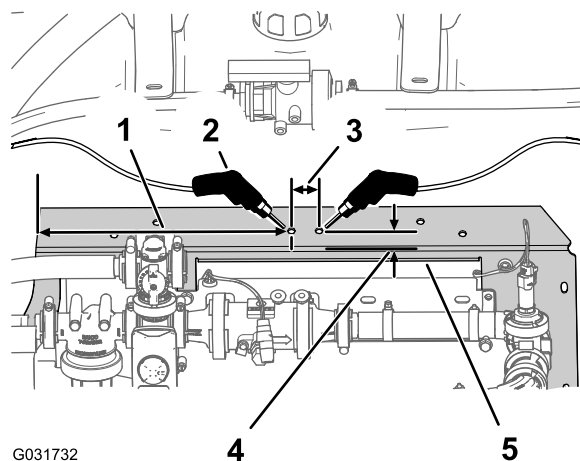

图 228
- 在歧管安装架的左上边缘上向右量出 381mm用铅笔在歧管安装架上进行标记图 228。
- 在歧管安装架的后缘上向前量出 19mm用铅笔在歧管安装架上进行标记图 228。
- 从中心冲的标记处向右量 32mm用铅笔在歧管安装架上进行标记图 228。
- 使用 8mm 钻头根据每个中心冲标记在歧管安装架上钻孔图 228。